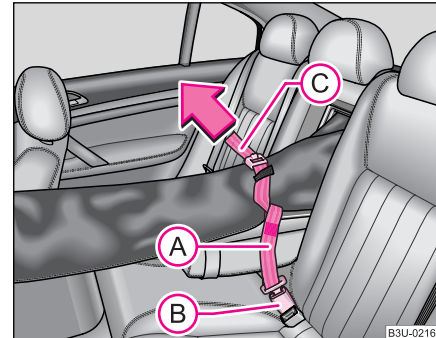

Fig. 67 Siguranța sacului din butucul centurii banchetei din mijloc
- Introduceți centura de siguranță a sacului (A) ♥ pagina 83, fig. 67 în butucul din mijloc al centurii (B).
- Trageți centura (C) în sensul indicat de săgeată ♥ pagina 83, fig. 67.